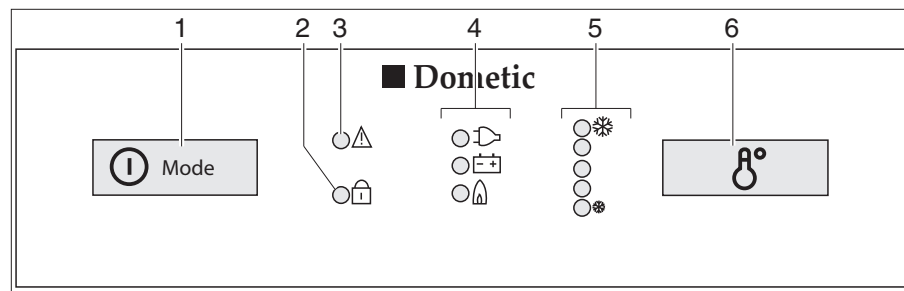

Bild 354 Bedienelemente für den Kühlschrank (Dometic 8er-Reihe mit MES)
- Den Einschalter/Energie-Wahlschalter (Bild 354,1) 2 Sekunden lang drücken, um das Gerät einzuschalten. Die LED der zuletzt gewählten Betriebsart leuchtet auf.
- Ggf. den Einschalter/Energie-Wahlschalter (Bild 354,1) mehrmals kurz drücken, bis die Betriebsanzeige Gas "🔥" aufleuchtet. Die Gaszufuhr ist geöffnet. Der Zündvorgang erfolgt automatisch. Ein tickendes Geräusch ist hörbar, bis der Zündvorgang erfolgreich abgeschlossen ist.
- Die Kühltemperatur mit dem Schalter für die Temperatureinstellung (Bild 354,6) einstellen.
- Ggf. den Einschalter/Energie-Wahlschalter (Bild 354,1) mehrmals kurz drücken, bis die Betriebsanzeige 230 V "⚡" aufleuchtet.
- Ggf. den Einschalter/Energie-Wahlschalter (Bild 354,1) mehrmals kurz drücken, bis die Betriebsanzeige 12 V "⚡" aufleuchtet.